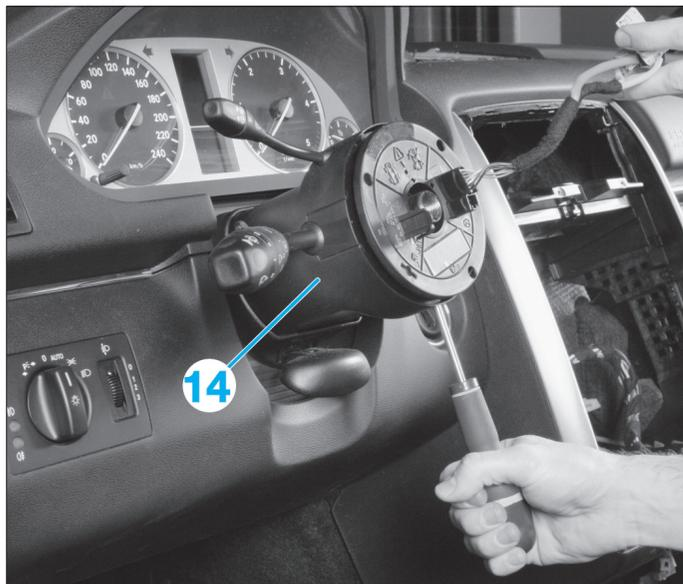

FIG. 27
- Dévisser la vis située sur le côté droit de l'ensemble commodo - contacteur tournant (14). Tirer l'ensemble bien dans l'axe de la colonne de direction (Fig.27).